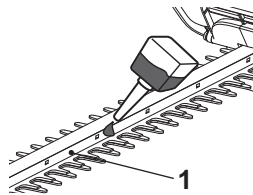

Fig. 9
10. Lubrifique as superfícies internas da lâmina, se o dispositivo de corte (lâmina) (1) sobreaquecer durante o funcionamento (Fig. 9).
1. Mantenha o dispositivo de corte (lâmina) (1) limpo e livre de detritos. Remova as aparas com uma escova.
2. Aplique uma pequena quantidade de lubrificante adequado no dispositivo de corte (lâmina), para manter um bom desempenho de corte (Fig. 9).